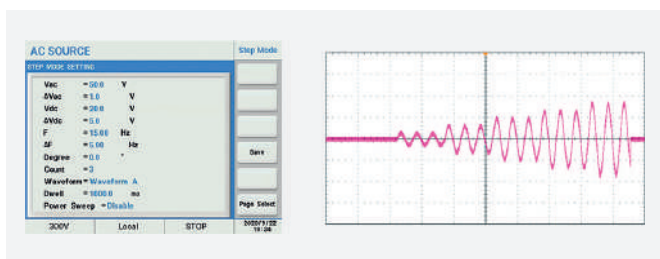

Рис. 11. Задание пошагового изменения выходного сигнала
**Задание пошагового изменения выходного сигнала (Step mode).** Данный режим позволяет задать и определить для выходного сигнала такие параметры, как напряжение, частота на старте, шаг изменения напряжения и частоты, угол фазы, число повторений шагов, задержка между шагами (рис. 11).